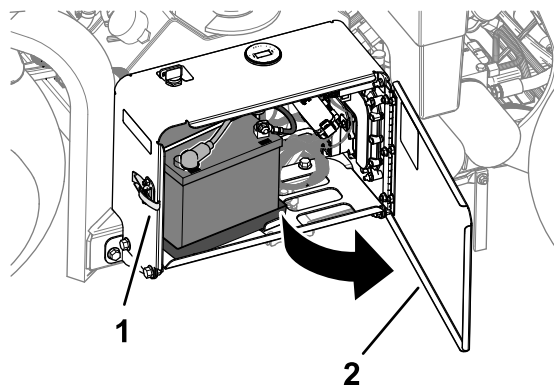

Рисунок 169
1. Разблокируйте и откройте дверцу аккумуляторного отсека (Рисунок 169).